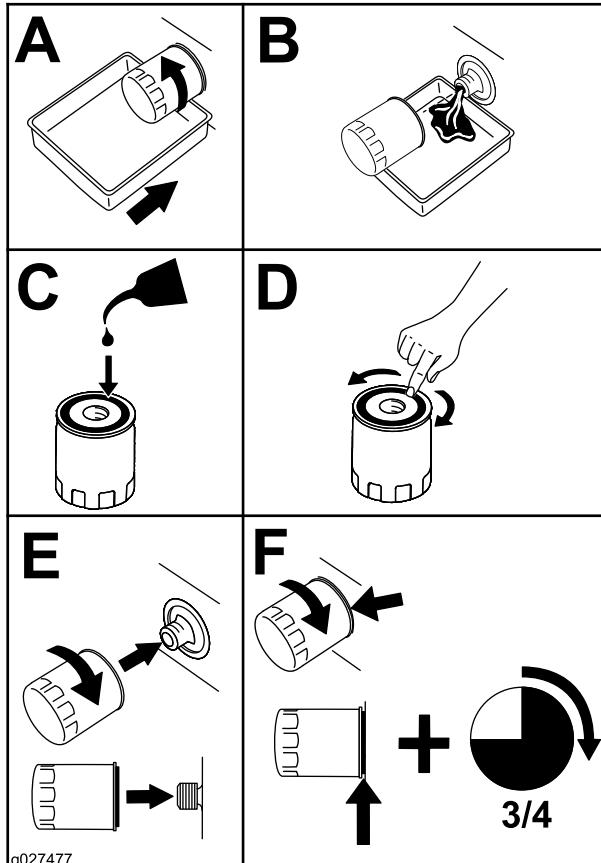

Bild 59
2. Wechseln Sie den Motorölfilter (Bild 59).